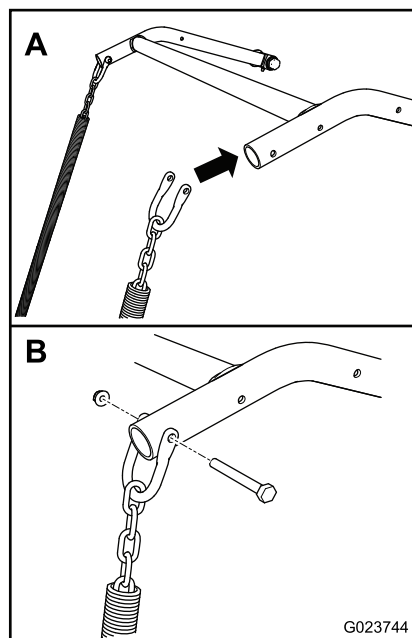

図 12
3. 各シャックルを、機体側の昇降装置に合わせる 図 12。